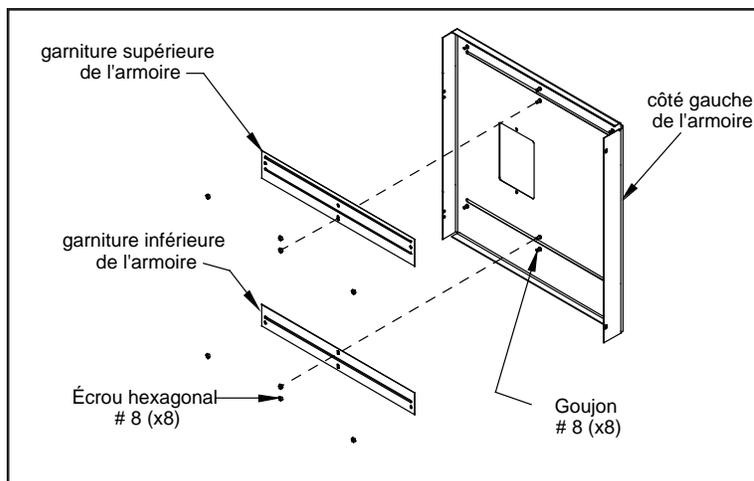

Figure 42: Côté droit de la cabine avec les garnitures d'ébénisterie supérieure et inférieure
Placez les nouvelles pièces de garniture sur leurs plots correspondants et serrer les écrous hexagonaux # 8 (quatre (4) pour chaque pièce de garniture). Reportez-vous à la figure 42.